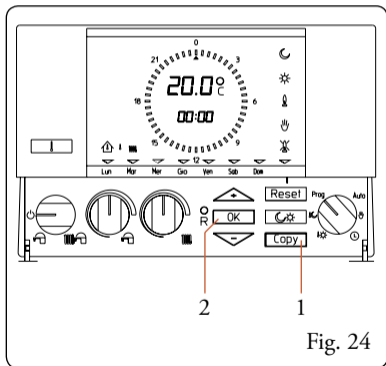

Fig. 24
- 1) Premere **Copy** (Fig. 24 pos. 1).
- 2) Con  **+** o  **-** portarsi sul giorno della settimana su cui si vuole copiare il programma (Fig. 24).
- 3) Premere **OK** (Fig. 24 pos. 2) per confermare e memorizzare la copia.